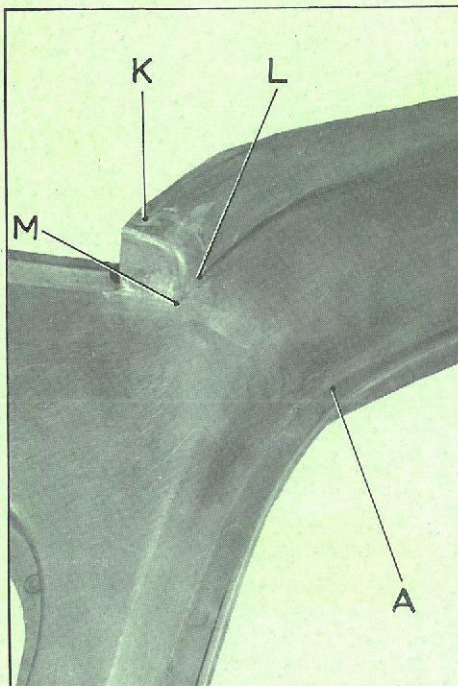

Fig. 4
- KL et symétriquement (fig. 4),
- LM et symétriquement (fig. 4)
3. Faire couler l'étain en MA et symétriquement (Fig. 4).